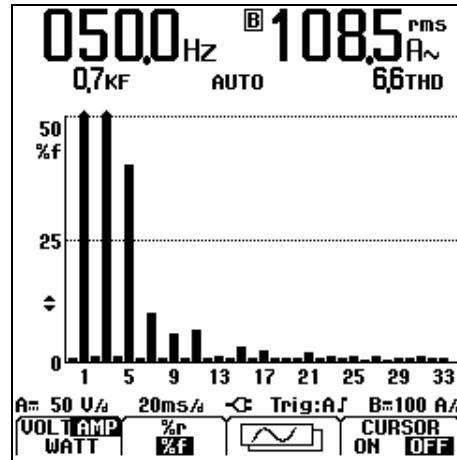

Рис. 3-2 Экран измерения гармоник
- ② Откройте меню рабочих режимов.
- ③ Выделите пункт HARMONICS (Гармоники)
- ④ Подтвердите выбор. Экран принимает вид, показанный на рис. 3-2
На рис. 3-2 показаны вершины увеличенных гистограмм. Знак стрелки указывает, что масштаб гистограммы увеличен. При изменении масштаба соответствующим образом изменяется шкала, показываемая на левой стороне экрана.